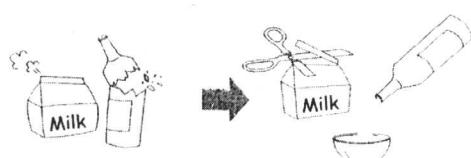
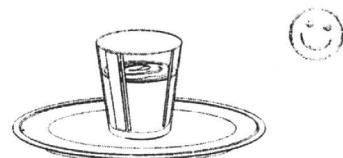

图 1-8 密封食物开口才能加热
图 1-9 微波炉使用完后内放置一杯水
④ 密封的瓶装或袋状食物必须开口后才能放在微波炉内加热，否则气体膨胀会发生爆裂，如图 1-8 所示。另外，袋装食物内包装有焊锡纸等金属材料者不能用微波加热。
⑤ 使用保鲜纸遮盖食物烹调时，请将保鲜纸一角掀开，使蒸汽可以逸出。煮好后将保鲜纸小心拆开，避免蒸汽灼伤。
(2) 烹调前应先放转盘支承架及玻璃转盘，再将盛好食物的器皿放在玻璃转盘上进行烹调。
(3) 每次使用完微波炉，最后将盛有水的玻璃杯置于炉内玻璃转盘上，避免误操作损坏机器，如图 1-9 所示。
(4) 切勿将一般的水银温度计放入微波炉内，边加热、边测量温度，以免引起打火或损坏机器。
(5) 烹调少量食物时，要多加观察，防止过热起火。